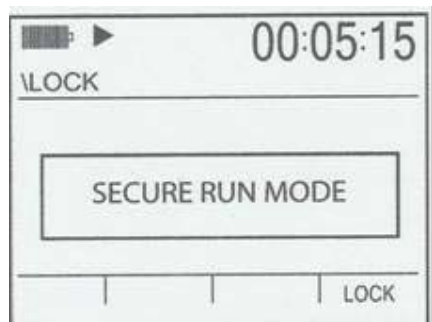

Figura 5-7: Pantalla de seguridad para corrida
Cuando activa el Modo de Seguridad aparece la pantalla MODO DE CORRIDA ASEGURADO (Figura 5-7) En ese caso, lo único que puede hacer es desactivarlo.
2. Inicie el estudio ("Inicio de una Sesión" en la página 54 Cuando se inicia el estudio, aparece la pantalla MODO DE CORRIDA ASEGURADO (Figura 5-7)